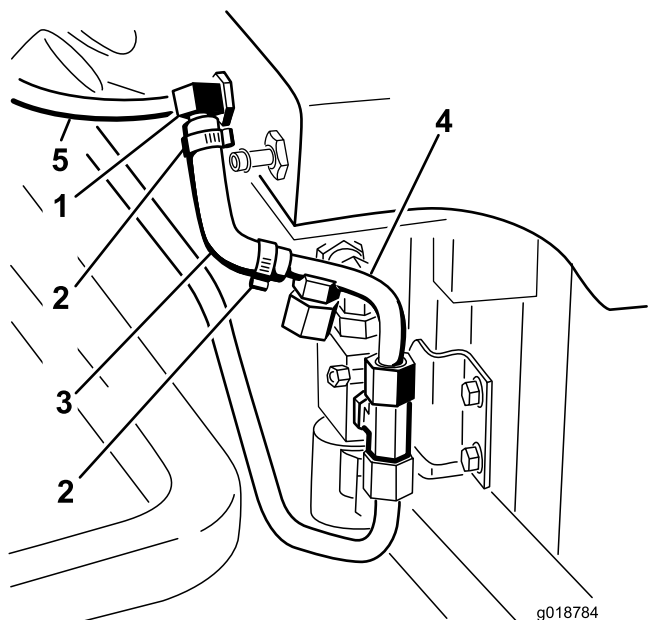

Figura 31
10. Deslize os dois pequenos grampos de tubo para o tubo moldado hidráulico pequeno (Figura 31).
11. Instale a perna longa do tubo moldado no T de 90 graus no depósito hidráulico (Figura 31).
12. Instale a perna curta do tubo moldado na extremidade dentada do tubo hidráulico número 4 (Figura 31).
14. Instale sem apertar o tubo hidráulico número 5 no pequeno T de 90 graus (Figura 31).